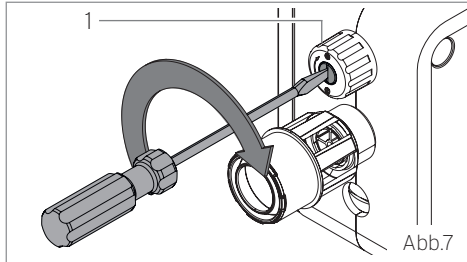

Abb.7
- Abb.7: nach Erreichen des gewünschten Druckwertes die Flachkopfschraube [Pos.1] mit einem Schlitzschraubendreher in Pfeilrichtung bis zum Anschlag festdrehen.